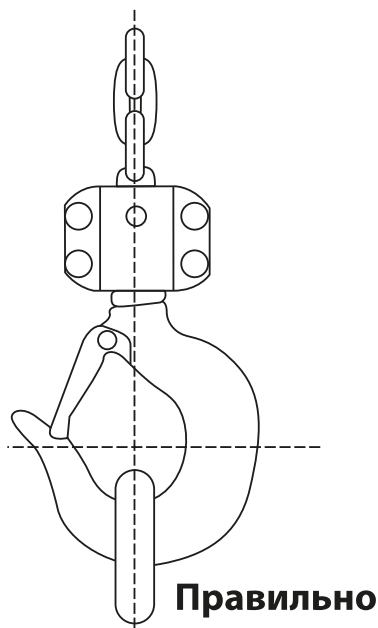

Рис. 2
3. Расположите трос или цепь в центре нижнего крюка (рис. 2). Убедитесь, что предохранительная щеколда закреплена.